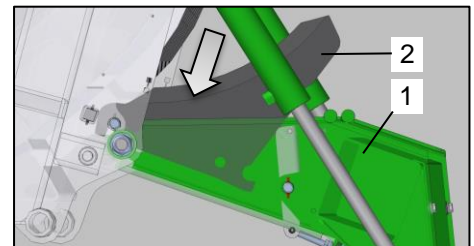

Bild 128: Überprüfung beenden
Überprüfen Sie den Vierkant / Flachstahl für die Messerführung (Bild 128 / Pos.1) auf Verschleiß. Bei Verformung oder starker Abnutzung muss der Vierkant / Flachstahl (Bild 128 / Pos.1) ausgetauscht werden. Gehen Sie hierbei wie folgt vor:
- Entfernen Sie die Splinte (Bild 128 / Pos. 2) auf beiden Seiten des Vierkants (Bild 128 / Pos.1).
- Führen Sie z.B. einen Splinttreiber durch die Montageöffnung (Bild 128 / Pos. 3) im Rahmen und treiben Sie den Vierkant / Flachstahl (Bild 128 / Pos.1) auf der Gegenseite heraus.
- Entnehmen Sie den Vierkant / Flachstahl (Bild 128 / Pos.1).
- Führen Sie den neuen Vierkant / Flachstahl durch die Montageöffnung (Bild 128 / Pos. 3) hindurch und treiben Sie diesen zurück in die ursprüngliche Position.
- Sichern Sie den Vierkant (Bild 128 / Pos.1) auf beiden Seiten mit einem Splint (Bild 128 / Pos.2).